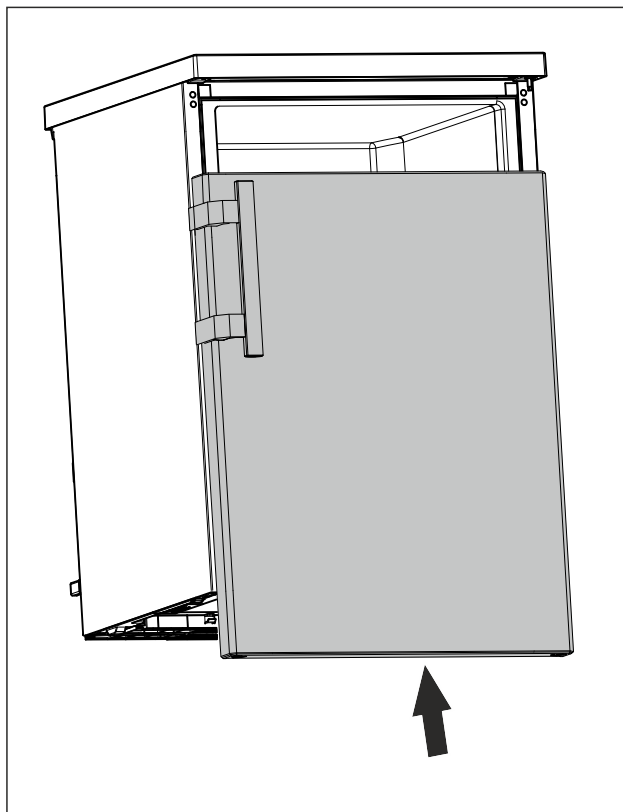

Fig. 24
- ▶ Skyv døren i lukket tilstand på den øvre bolten. (se Fig. 24)